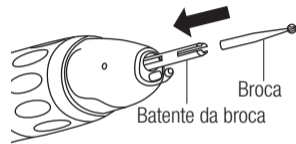

Fig. 3
- 2) Introduza o batente da broca fornecido no sistema de fixação. (Fig. 3)